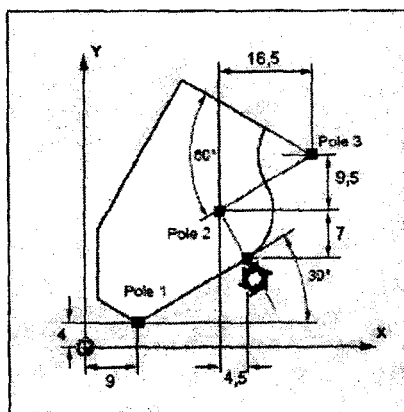

Рис. 2.8
2.1. Задайте положения полюсов Pole1, Pole2, Pole3 в соответствии с размерами, заданными на рис. 2.8.